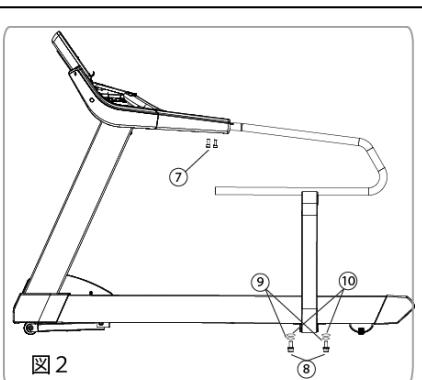

図 2
3. ハンドルの取り付け 1（図 2 参照）
左手すり（4）を図 2 を参考に取り付けます。取付け後に手すり上部を M6*15 ボルト（図 2 ⑦）、下部を M8*20 ボルト（⑧）、M8 ロックワッシャー（⑨）、M8 フラットワッシャー（10）で下からフレームに固定します。